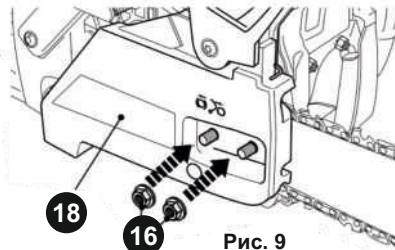

Рис. 9
10. Установите крышку (18). Зафиксируйте ее при помощи крепежных гаек (16) (Рис. 9).
- 4) Поднимите конец шины цепи (13) и затяните заднюю крепежную гайку (16), а затем переднюю крепежную гайку (16) (Рис. 9).
- 5) Вручную протяните цепь (14) по верхней части шины (13) от одного конца до другого несколько раз. Цепь должна быть хорошо натянута, но двигаться свободно.